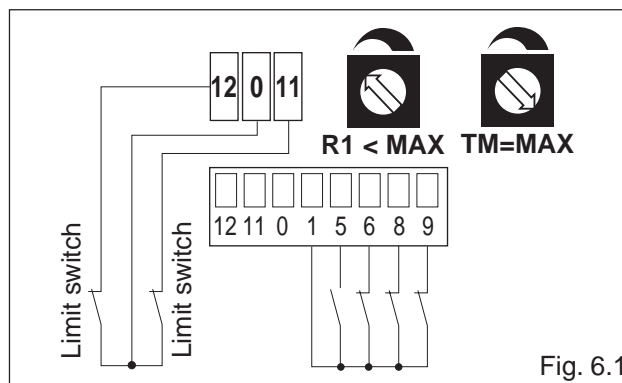

Fig. 6.1
- (Abb. 6.1) die N.C.-Kontakte der Endscharter zum Öffnen und Schließen an die Steckklemmen FC1-COM-FC2 anschließen; oder